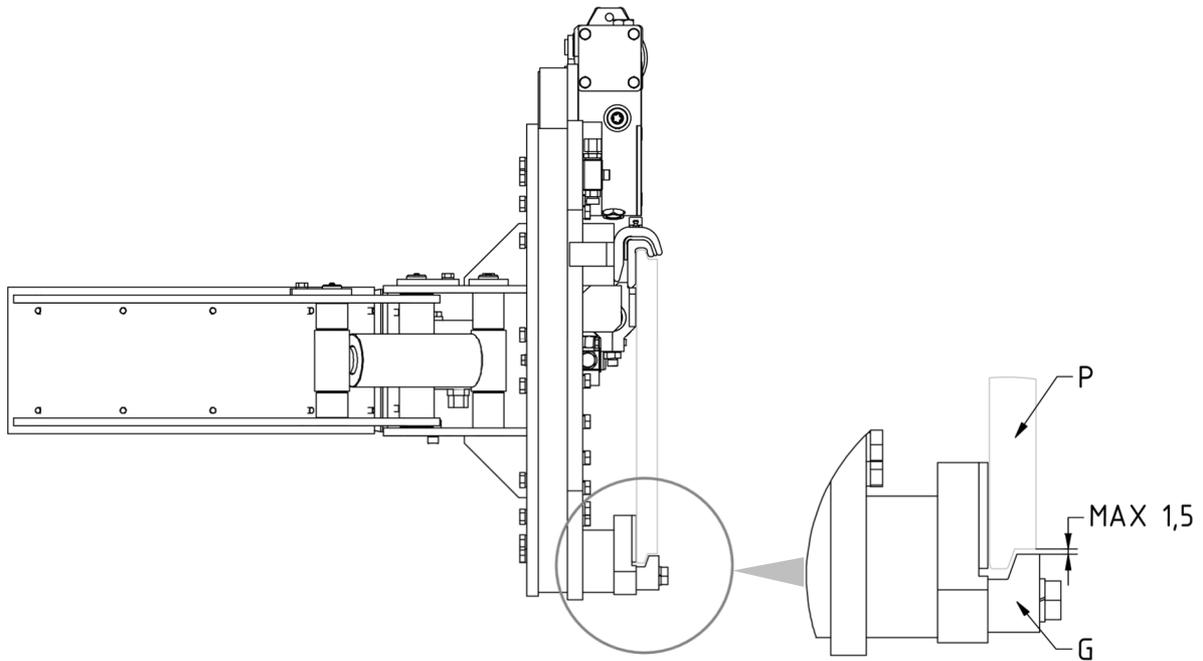

Figure 9
8. Revisser les 2 crochets inférieurs **G** de manière à ce que le corps de ceux-ci reste également accroché en dessous du tablier porte fourche **P** (avec jeu max. 1,5 mm, voir détail *Figure 9*), en serrant avec le couple de serrage indiqué dans le *tableau 4*.
3. Contrôler le jeu entre la partie inférieure du tablier porte-fourches et les crochets inférieurs de l'équipement, en vérifiant que ce soit comme indiqué dans la *Figure 4* (page 12) et dans la *Figure 9* (page 16) et, éventuellement, intervenir sur le serrage des vis qui les maintiennent.